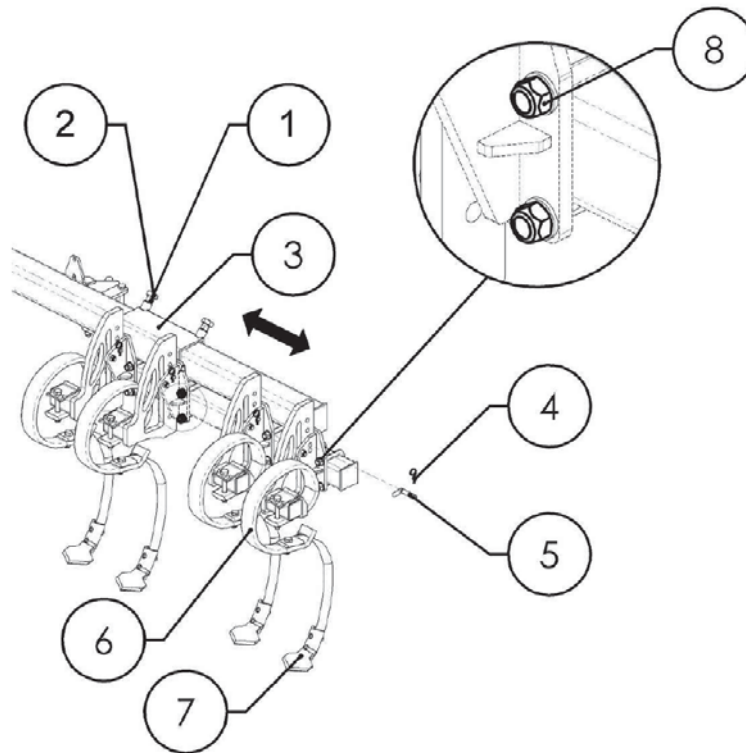

Fig. 22 Cultivator
Om de tussenruimte van de cultivator (Fig. 22) te veranderen, dient men:
Om de werkdiepte van de cultivator (Fig. 22) te reguleren, dient men:
- De schroeven van de kouters (7) los draaien (Fig. 22)